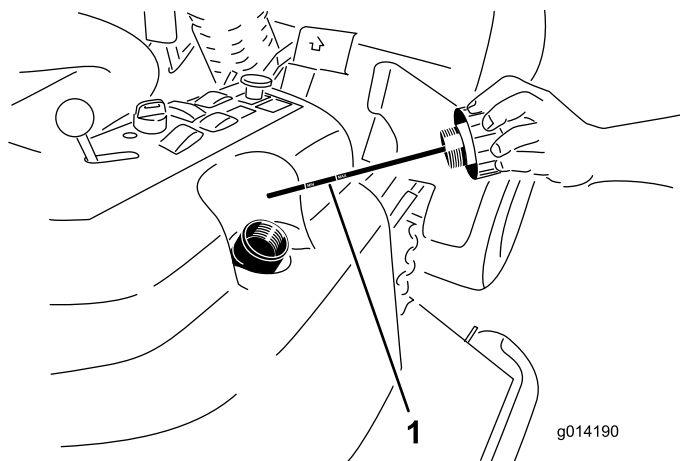

Figura 49
2. Retire o tampão de enchimento hidráulico (Figura 49) do tubo de enchimento.
3. Retire a vareta e limpe-a com um pano limpo (Figura 49).
4. Coloque a vareta no tubo de enchimento, retire-a e verifique o nível de fluido (Figura 49).